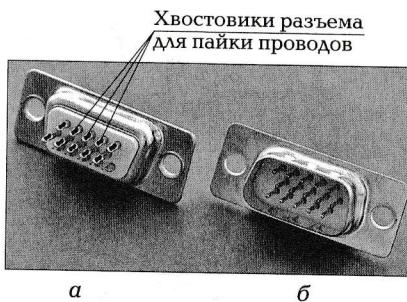

Рис. 1.14. Разъем типа VGA под пайку:
- Закрепите разъем в удобном положении в монтажных тисках лепестками наружу (рис. 1.14).